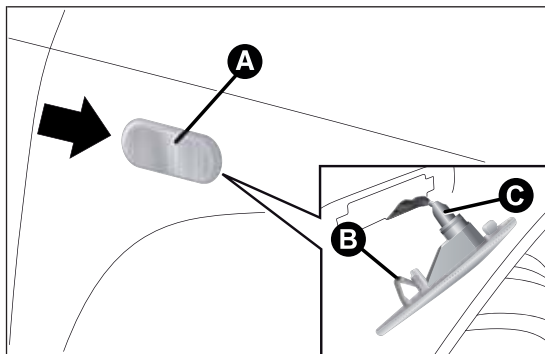

fig. 117
- agire sul trasparente A fig. 117 in modo da comprimere la molletta B, quindi sfilare il gruppo verso l'esterno;